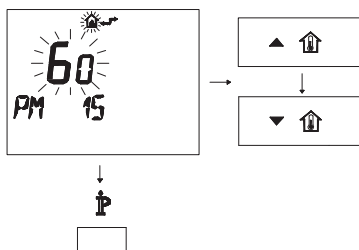

Рисунок 5.13
- Изменяйте заданное значение посредством кнопки **▲** **↑** или **▼** **↑** до появления заданного значения 60, подождите, пока заданная цифра не начнет мигать (Рисунок 5.13).